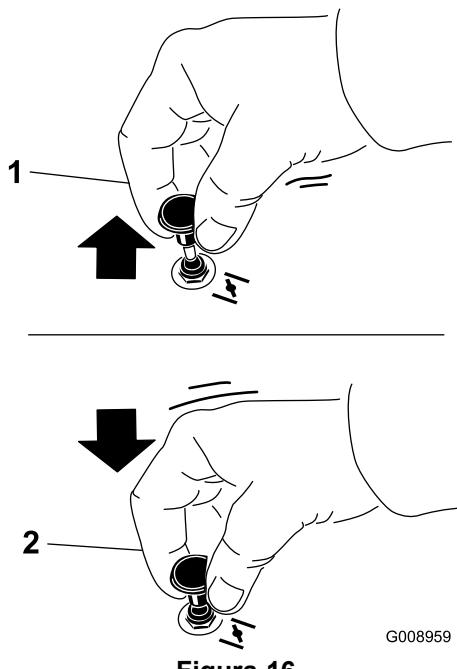

Figura 16
2. Tire hacia arriba del mando para engranar el estarter antes de girar la llave del contacto (Figura 16).
3. Presione hacia abajo el control del estarter para desactivar el estarter después de que el motor arranque (Figura 16).